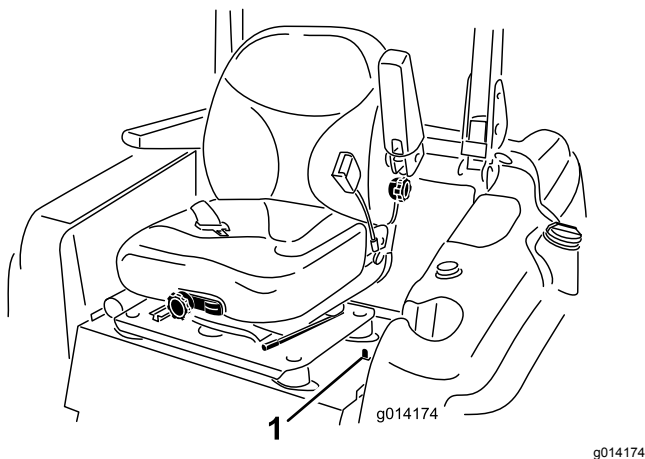

图16
1. 向后移动位于座椅左手侧的座椅门锁可打开座椅锁定然后向前拉动座椅顶部图16。